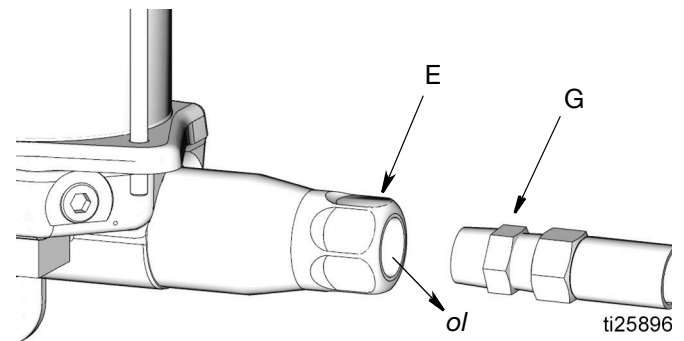

FIG. 7
3. Desconecte la línea de suministro de lubricante (G) de la salida de la bomba (E) (FIG. 7).
5. Haga funcionar la bomba unos cuantos recorridos hasta que salga aceite (o), sin aire, por la salida de la bomba (E) (FIG. 7).